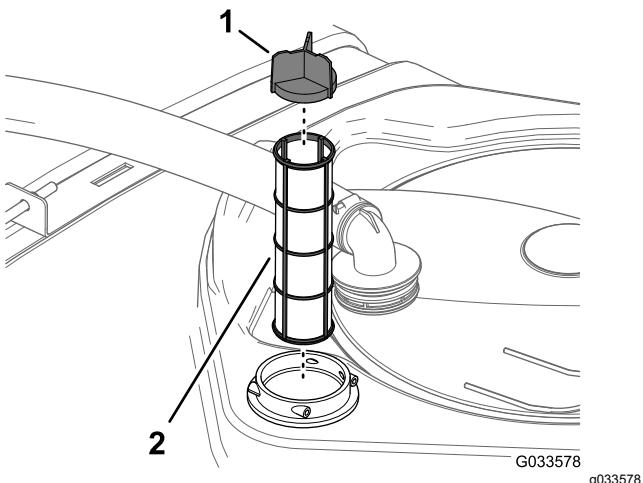

Figura 43
4. Retire o filtro de rede da sucção da estrutura do filtro no depósito (Figura 43).